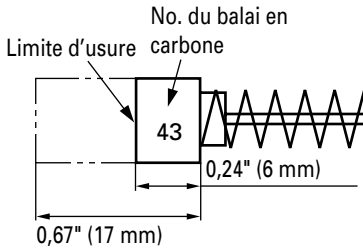

Fig. 28
4. Contrôle des balais en carbone (Fig. 28)
**REMARQUE:** Utiliser le balai en carbone HITACHI No. 43 indiqué sur la Fig. 28.